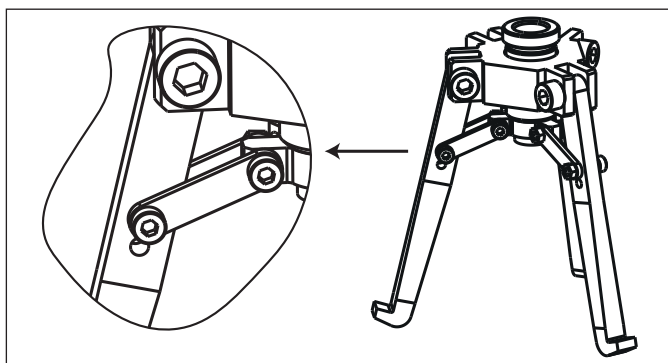

Figura 2: Dettaglio di montaggio della griffa standard, presa interna
- Utilizzare il foro superiore per montare le griffe con presa interna. Fare riferimento alla Figura 2.